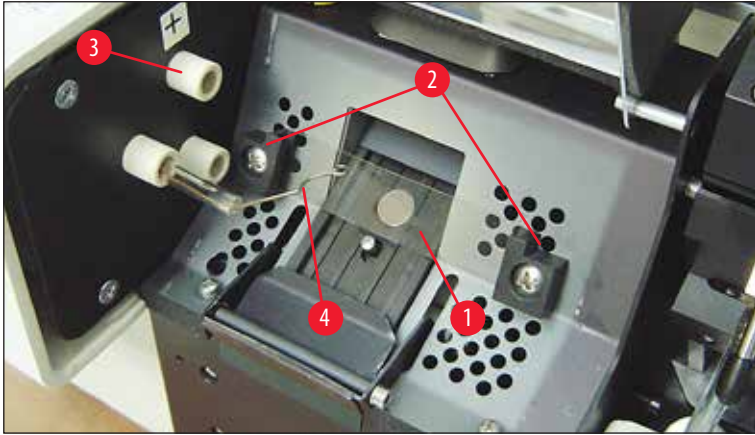

图 20
5. 确保拆除灯泡撞针 (→"图 20-4") 的接触弹簧 (→"图 19-2") (另请参见 (→"图 20") 和 (→"图 21-1"))。